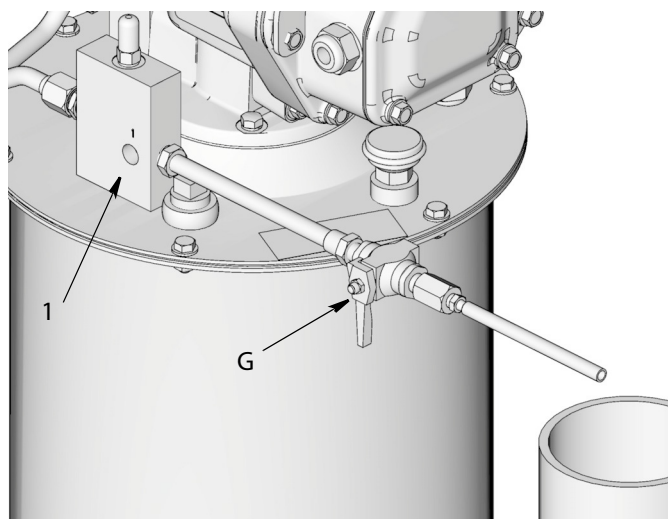

Рис. 17
- В некоторых установках клапан сброса давления (G) устанавливается непосредственно на автоматическое запорное устройство для заполнения (1) (см. Рис. 17).